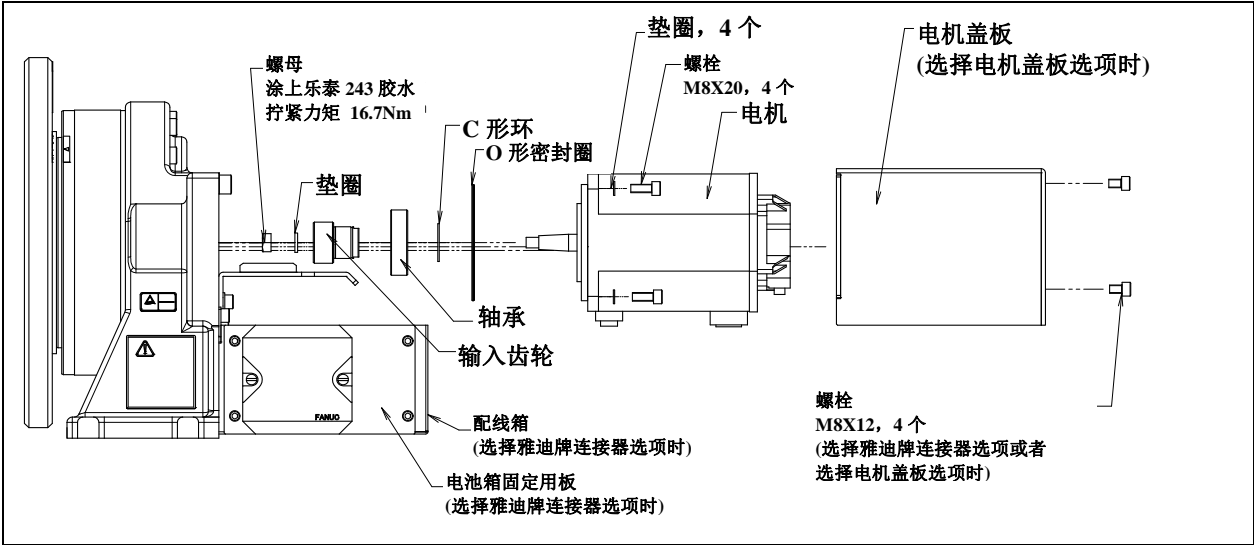

图 6.1 (a) 电机的更换 (300kg 可搬运(中空型))，(300kg/500kg 可搬运(中空型))
- 4 按照图 6.1（b），取下电池箱安装板之后，取下螺栓 M6×10（4 个），然后取下配线箱。（只有指定雅迪牌连接器选项时）
- 7 在新的电机上换上输入齿轮，然后按照相反的步骤进行装配。此时，把 O 形密封圈换成新的，然后将其装到规定位置。有关拧紧力矩和乐泰胶水的涂上，按照图 6.1（a）。